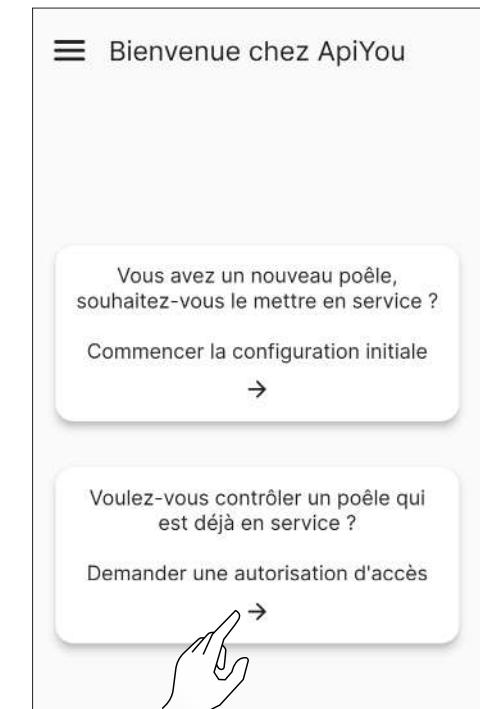

Fig. 8.27
- électionner l'option « Voulez-vous contrôler un poêle qui est déjà en service ? » (Fig. 8.27)